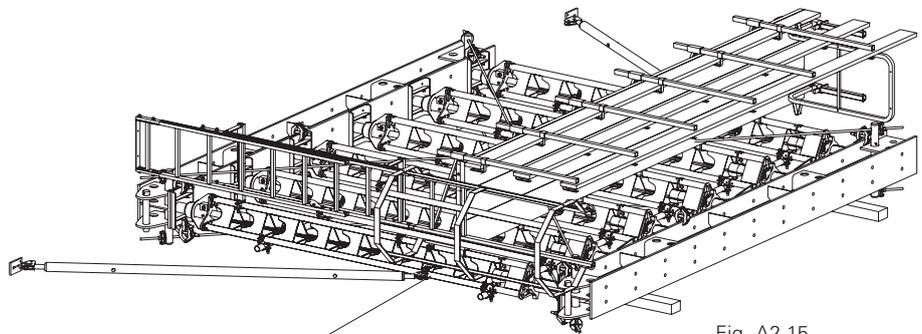

Fig. A2.15
1. Monter la fixation d'étai de réglage HDR (5.1), à l'aide du collier, sur le tube d'étai. (Fig. A2.15)